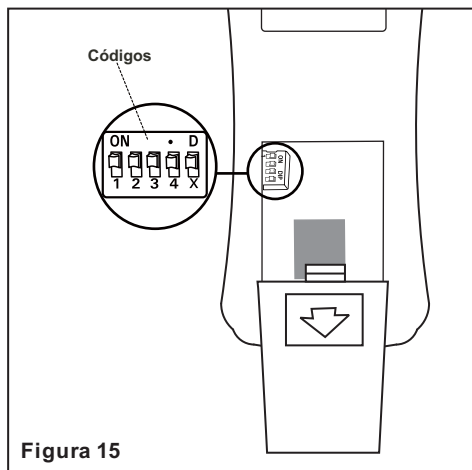

Figura 15
interruptor del atenuador ha sido preajustado a la posición "ON"(D). Si no desea tener función regulable, mueva el interruptor a la posición "OFF"(X). (Figura 15)
3. Dentro de los 30 segundos siguientes al encendido de la alimentación de CA, mantenga presionado "OFF" durante 5 segundos o hasta que la luz del ventilador parpadee dos veces para activar la función de reconocimiento. (Figura 15)